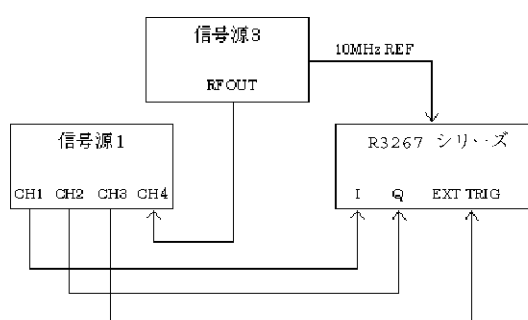

図 6-4 Baseband 信号測定接続図 (Forward Link)
1. R3267 シリーズと信号源を図 6-4 のように接続します。